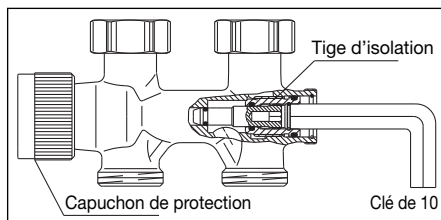

Fig. 9 Fermeture
4. Fermer la tige d'arrêt à l'aide d'une clé à six pans de 10 mm en la tournant vers la droite (voir fig. 9).